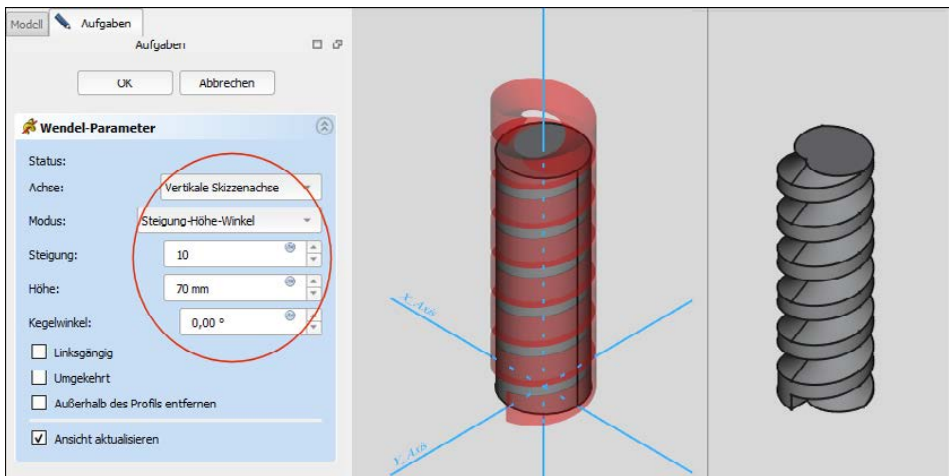

Abbildung 5.26: Die Wendel in der Voransicht und ausgeführt
2. Klicken Sie im Kombifenster im Register *Modell* die Skizze *Wendel-Skizze* an und wählen Sie danach das Werkzeug *Wendel*. Stellen Sie die Parameter zum Beispiel wie in Abbildung 5.26 ein (Achse *Vertikale Skizzenachse*, Modus *Steigung-Höhe-Winkel*, *Steigung* 10 mm, *Höhe* 70 mm) und Sie bekommen die Voransicht. Mit OK wird die Wendel erstellt.